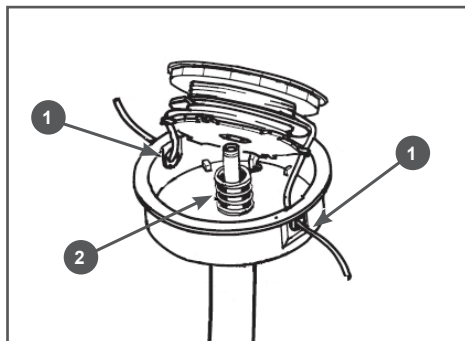

Рис. 13 Установка катушки
- Проденьте концы корда в отверстия 1 на корпусе триммерной головки и установите катушку с кордом в корпус головки (Рис. 13).
Не забывайте установить пружину 2 под катушку с кордом (Рис. 13).